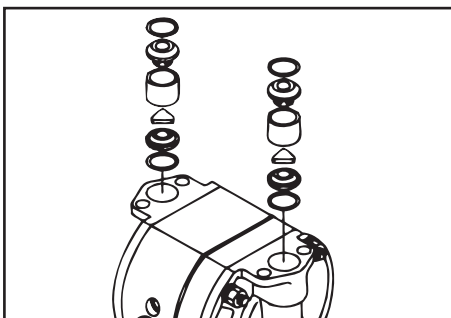

Figure 17
- Suppression de la boule / pastille, siège de soupape et le joint torique (voir figure 17).